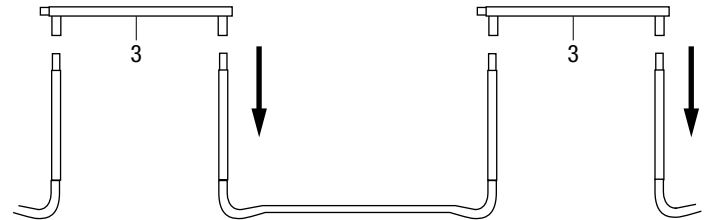

Abb. T3.1
- Für diesen Montageschritt benötigen Sie einen Helfer. Eine Person hält die Stützgruppe aus Schritt 2 in einer aufrechten (vertikalen) Stellung und steckt den Beinstützen eines Rahmenrohrs mit Beinstützen (3) auf ein Standbein der Stützgruppe. Die andere Person hält das andere Ende fest und steckt das Teil auf die andere Stützgruppe. Sie sollten jetzt 2 Stützgruppen haben, die durch ein oberes Rahmenrohr mit Beinstützen zusammengehalten werden. (Abb. T3.1)